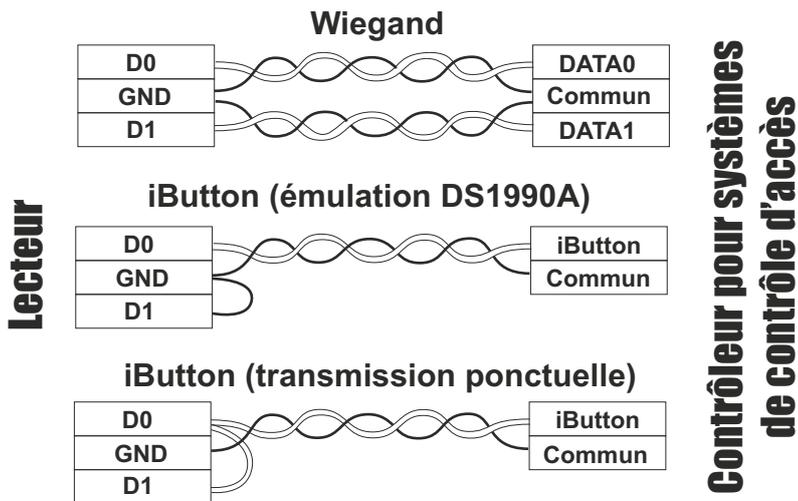

Figure 2. Choix du protocole de transmission.
- Raccorder les fils au lecteur, conformément aux Figures 2 et 3. Lors de la mise sous tension, la LED rouge s'allume.